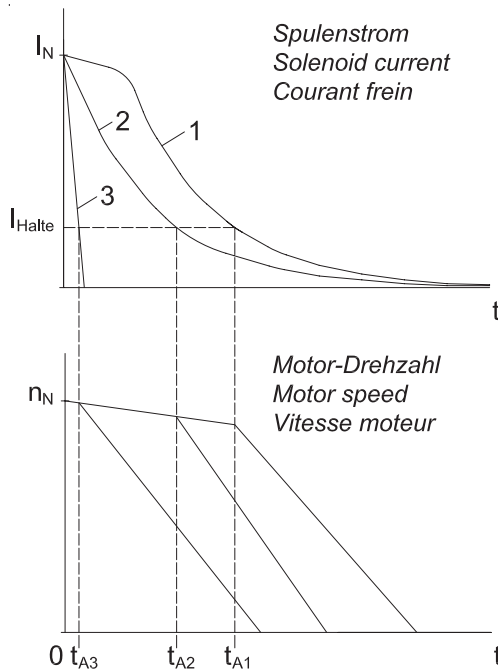

Figure 3: Development of the solenoid current and the motor speed after AC (1, 2) and DC (3) disconnection
- a) Speisung des Gleichrichters vom Motorklemmenbrett (Bild 3, Kurve 1)
- b) Separate Speisung des Gleichrichters (Bild 3, Kurve 2)
Unterbrechung des DC-Stromkreises der Magnetspule (Bild 3, Kurve 3)